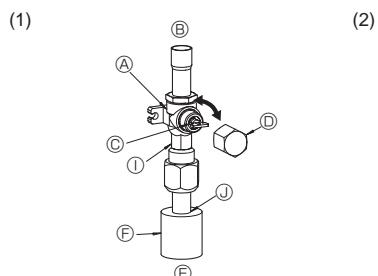
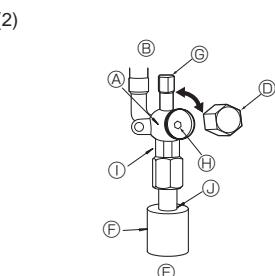

Fig. 4-6
Fig. 4-7
(1) Газова сторона (Fig. 4-6)
① Щоб відкрити клапан, зніміть із нього ковпак, потягніть ручку на себе та поверніть на 1/4 оберту проти годинникової стрілки.
② Переконайтесь, що запірний клапан повністю відкритий, вдавіть ручку та закрутіть ковпак у початкове положення.
(2) Рідинна сторона (Fig. 4-7)
① Зніміть ковпак та поверніть шток клапана проти годинникової стрілки до упору за допомогою 4-міліметрового шестигранного гайкового ключа. Закручуйте доти, доки він не впретися в обмежувач.